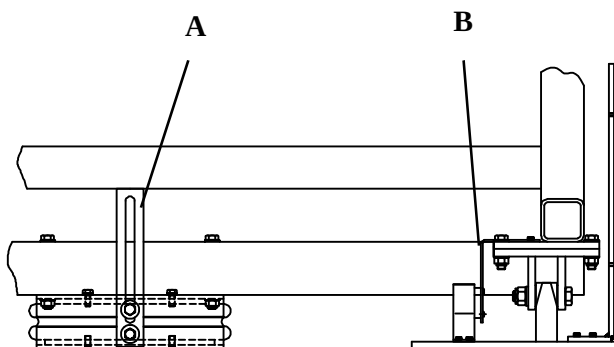
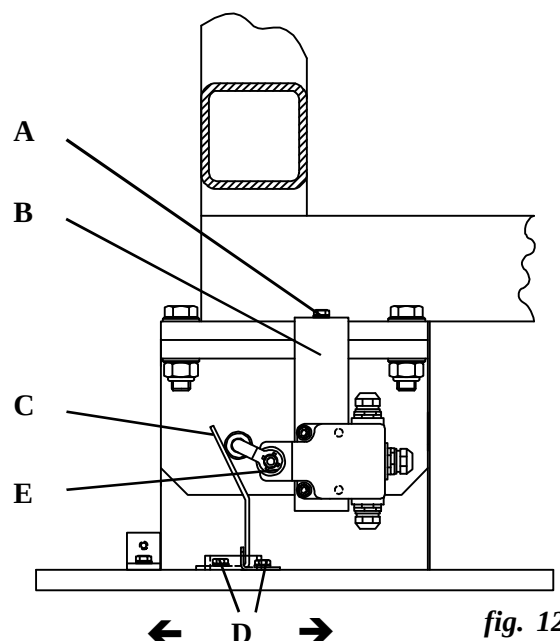

fig. 11
fig. 12
-Deslizar los dos conjuntos de vigas y actuadores debajo de la máquina. Para lo cual, deberán desmontarse los limitadores de carrera de los dos actuadores (**fig. 11/A**). Antes del desmon-
-Placer les deux ensembles de traverses et vérins sous la machine. Pour ceci, il faut démonter les limiteurs de course des deux vérins (**fig. 11/A**). Avant d'effectuer le démontage
The position detectors supports (**fig. 12/B**) can be disassembled to prevent them from being damaged during transit. Secure to the supports, **refer to fig. 11 and 12**. Mounting screws (**fig. 12/A**): **M.6x15**.
a. Loosen actuators (**fig. 12/C**) mounting screws (**fig 12/D**) of position detectors. The actuators are secured to the bases through slots permitting their movement.
b. Move completely the actuators to the washer's outside until the microswitch disconnection "click" is heard. The lever wheel (**fig. 12/E**) will remain in horizontal position.
c. Move the actuators (**fig.12/C**) towards the position detectors until the microswitch connection "click" is heard. The position detectors microswitches have a remarkable activation, so that the contacts change of position is easily heard).
The actuator must move the lever wheel from the position detector upwards (**refer to fig. 12**).
Los soportes de los detectores de posición (**fig. 12/B**) se desmontan para evitar que se deterioren durante el transporte. Fijarlos en cada uno de los apoyos, según **figuras 11 y 12**. Tornillos de fijación (**fig. 12/A**): **M.6x15**.
a. Aflojar los tornillos (**fig 12/D**) de fijación de los accionadores (**fig 12/C**) de los detectores de posición. Los accionadores se fijan a las bases a través de unos colisos que permiten su desplazamiento.
b. Desplazar completamente los accionadores hacia el exterior de la lavadora hasta percibir el «clic» de desconexión del microrruptor. La rueda del vástago (**fig. 12/E**) quedará en posición casi horizontal.
c. Desplazar los accionadores (**fig. 12/C**) hacia los detectores de posición hasta percibir el «clic» de conexión del microrruptor. (Los microrruptores de los detectores de posición son de accionamiento brusco, por tanto, el cambio de posición de los contactos es audible).
Les supports des détecteurs de position (**fig. 12/B**) sont démontés pour éviter des dommages durant le transport.
Les fixer à chacun des supports, suivant les **figures 11 et 12**. Vis de fixation (**fig. 12/A**): **M.6x15**. Réglage des vérins des détecteurs de position.
a. Desserrer les vis (**fig. 12/D**) de fixation des vérins (**fig.12/C**) des détecteurs de position. Les vérins sont fixés aux bases par des encoches permettant son mouvement.
b. Déplacer complètement les vérins vers l'extérieur de la machine jusqu'à ce que l'on entende le «clic» de déconnexion du microrrupteur. La roue de la tige (**fig. 12/E**) restera en position presque horizontale.
c. Déplacer les vérins (**fig.12/C**) vers les détecteurs de position jusqu'à ce que l'on entende le «clic» de connexion du microrrupteur (Les microrrupteurs des détecteurs de position ont un déclenchement brusque, pour ceci, le changement de position des contacts est audible). Le vérin doit déplacer la roue de la tige du détecteur de position vers le haut (**consulter fig. 12**).